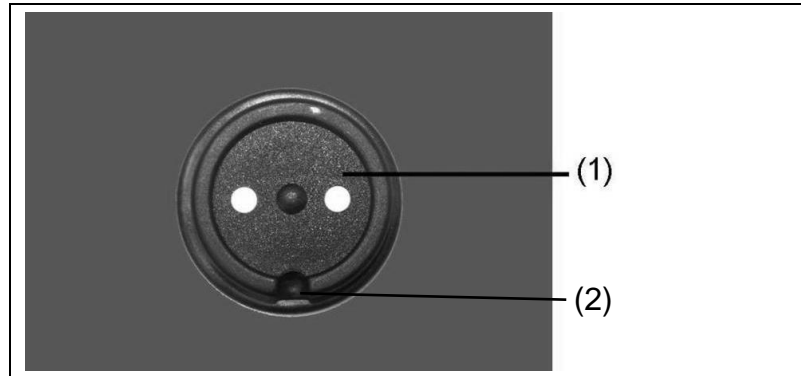

Abb. 5-9: MagCode Ladestrom-Steckdose
1. MagCode-Stecker der externen Ladeeinrichtung (z. B. Batterieladegerät) anhand der Arretierung (Abb. 5-9-(2)) ausrichten.
2. Stecker auf die MagCode-Steckdose (Abb. 5-9-(1)) aufsetzen.